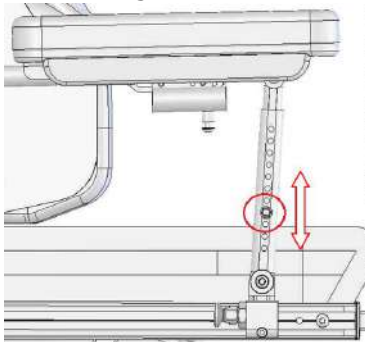

Figura 5-69
- Use una llave Allen número 4 y una llave de cubo número 10 para quitar los tornillos y las tuercas. Ajuste el reposabrazos para la comodidad del usuario. (Figura 5-69).